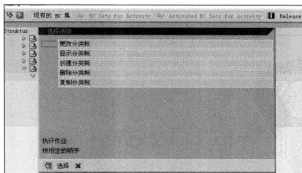

图 5-88 “维护分类账-选择活动”界面
STEP 1 在命令栏输入 SPRO 命令，通过菜单选择“财务会计→特殊功能分类账→基础设置→主数据→维护分类账”选项，或者直接在命令栏中输入 GCL1 命令，进入“维护分类账-选择活动”界面，如图 5-88 所示。